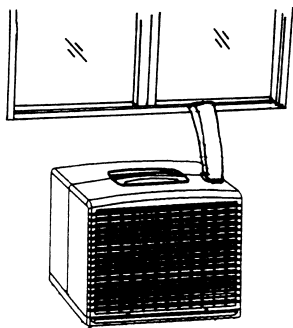
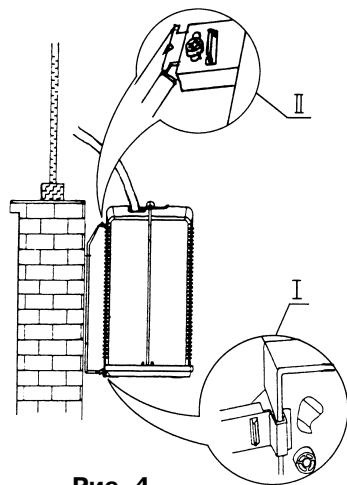

Рис. 3
Рис. 4
- (1) Откройте окно, одной или двумя руками возьмитесь за расположенную в верхней части блока ручку и вытащите блок из окна.
- (2) Установите нижний край наружного блока на крючки, расположенные в нижней части опорных кронштейнов (см. элемент 1 рисунка 4).
- (3) Закрепите наружный блок на опорных кронштейнах, вставив верхние крючки кронштейнов в квадратные отверстия в верхней части задней стороны блока и завинтив винт M4X8 из комплекта принадлежностей (см. элемент 2 рисунка 4).
- (4) Подергайте наружный блок в разные стороны, убедившись в его надежной установке и в отсутствии явной и скрытой угрозы его падения и нанесения вреда.
- (5) Рекомендуется использовать специальную веревку или трос, привязав один его конец к ручке наружного блока, а другой – закрепив на внутреннем блоке или стене.
- (6) Закройте окно (Рисунок 3) (Рисунок 4)